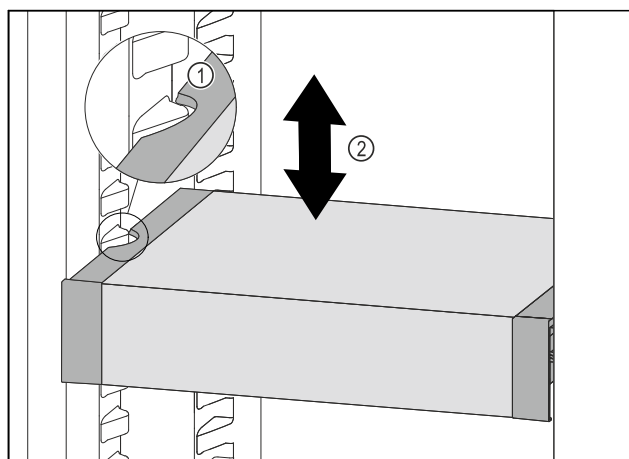

Fig. 94
- 向前移动 VarioSafe，直到 VarioSafe 两侧的凹槽与冷藏区中的容器肋梁持平。Fig. 94 (1)
- 在冷藏区中向上或向下移动 VarioSafe，直至所需高度。Fig. 94 (2)